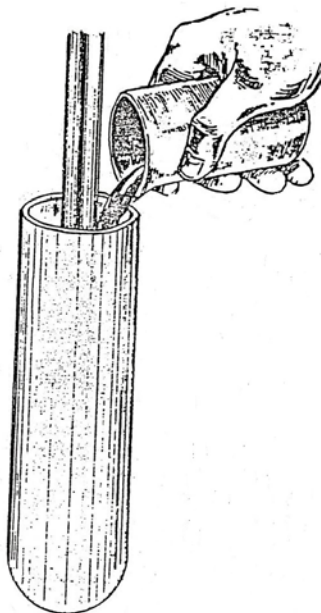

Рис. 4. Заливка герметика ВИЛАД-31 в муфту типа МТ.
4.9. Соединённые концы кабелей вставляют в расположенный вертикально корпус муфты и заливают подготовленным герметиком, как указано на рис.4.